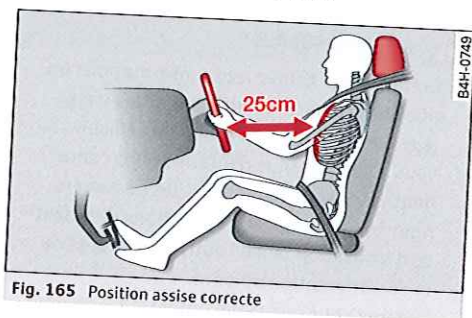

Fig. 165 Position assise correcte
- ▶ Ajustez le siège et le volant de sorte que la distance entre votre poitrine et le milieu du volant soit au moins de 25 cm ⇒ fig. 165.
- Ajustez le siège et le volant de sorte que la distance entre votre poitrine et le milieu du volant soit au moins de 25 cm → fig. 165.